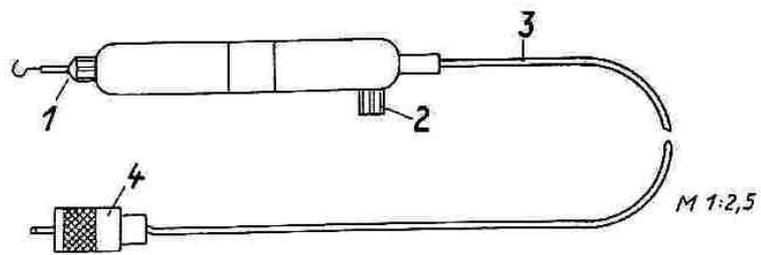

Bild 1
Der Tastteiler (Bild 1) besteht aus einem 9 M Ω -Widerstand und einem Trimmerkondensator, die in einem zylindrischen Isolierstoffgehäuse untergebracht sind. Durch ein an der Spitze befindliches H \ddot{a} kchen (1) l \ddot{a} sst er sich leicht an dem Me \ddot{a} sspunkt des zu untersuchenden Ger \ddot{a} tes einh \ddot{a} ngen. \ddot{U} ber die seitlich angeordnete Schraube (2) kann im Bedarfsfalle mit Hilfe einer Leitung eine Masseverbindung zum Pr \ddot{u} fling hergestellt werden. Die konzentrische Hf-Leitung (3) mit Hf-Stecker (4) dient zum Anschlu \ddot{s} an den Oszillographen.